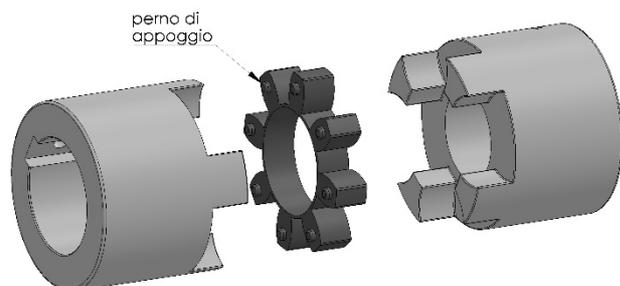
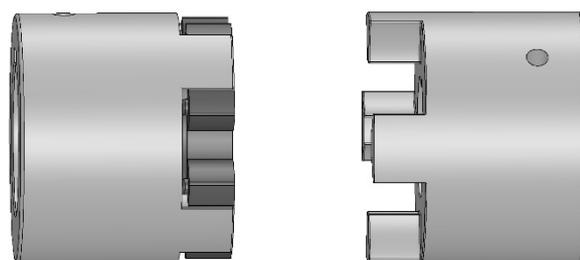

Fig.3
Fig.4
2. Inserire il tassello in gomma sul mozzo dentato in modo che i perni di appoggio siano a contatto con la superficie di riferimento (fig. 3 e fig. 4).